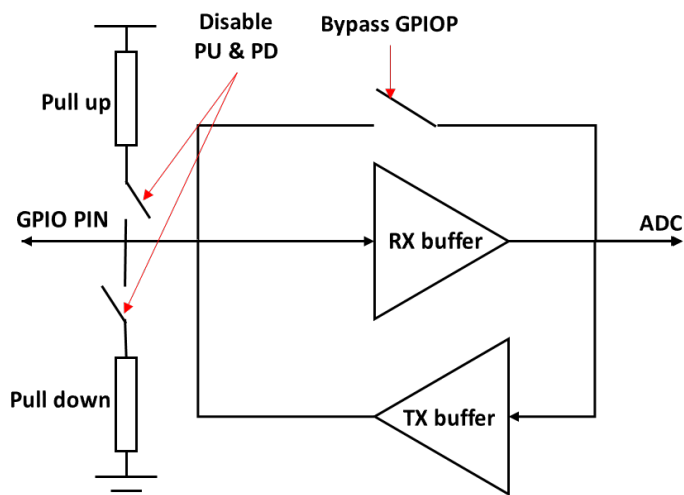

Figure 9. INM PIN 脚结构框图
1. 在使用 AUX ADC 时，需要注意输入 GPIO pin 非理想特性对结果的影响。如图 9 所示，INM pin 内部具有上下拉电阻，同时因为需要兼顾普通 GPIO 的功能，具有输入输出缓冲电路；INP pin 无上下拉电阻和输入输出缓冲电路。